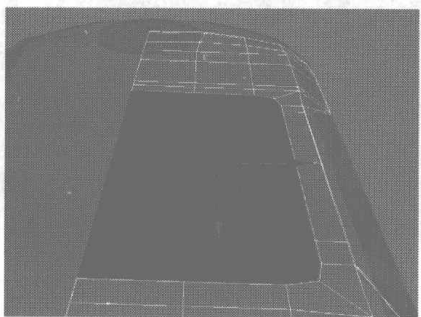
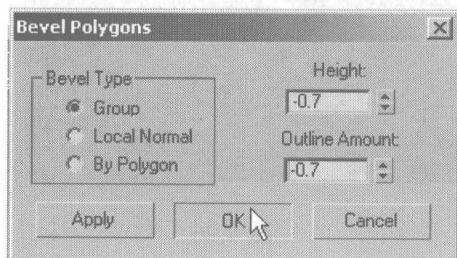

图 4.89
图 4.90
- 33** 继续选择如图 4.89 所示的面，在 Edit Polygons 卷展栏中单击 **Bevel** 右侧的小按钮，在弹出的对话框中设置倒角多边形的参数，如图 4.90 所示。